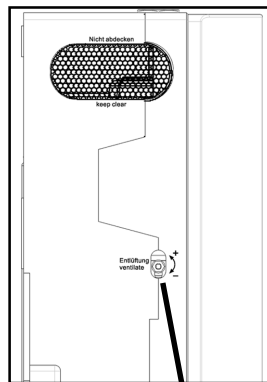

Bild 12
- Entlüftungshahn der Pumpe mittels beiliegenden Steckschlüssel ca. 2 Umdrehungen öffnen und 1 Minute geöffnet lassen, siehe Seitenansicht Bild 12.